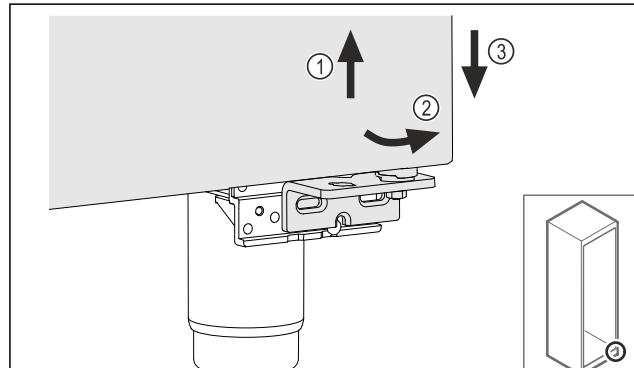

Fig. 26
- ▶ Nadvihnite zľahka dvere Fig. 26 (1), dole ich preklopte dopredu Fig. 26 (2) a spusťte dolu Fig. 26 (3).